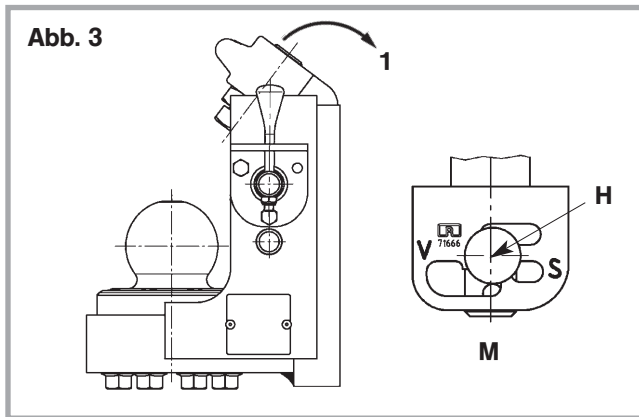

Abb. 3
- die Klinke **K** am Handgriff bis zum Anschlag nach oben ziehen (1), dabei schwenken beide Sicherungsbolzen von der Position **V** in die Position **M** (Abb. 3).